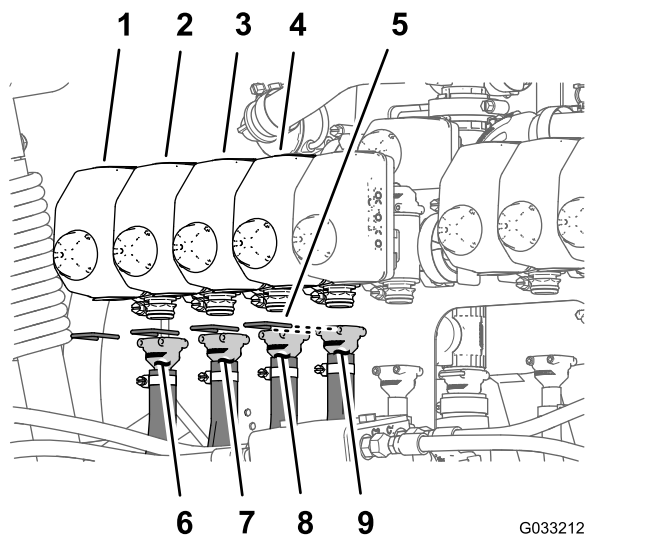
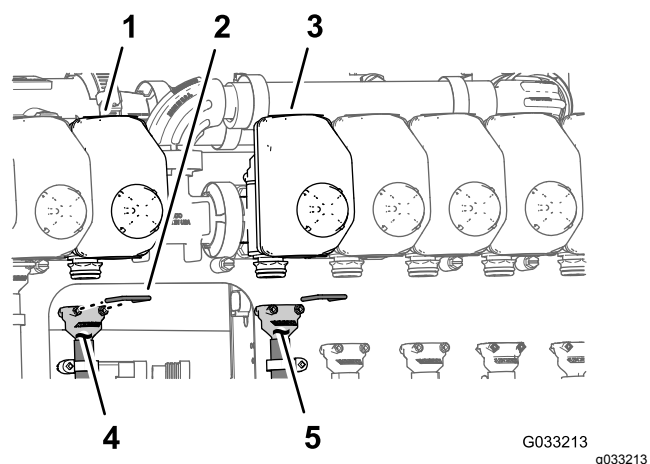

Figura 138
Figura 139
**Nota:** Consulte Figura 138 em Montar os tubos nas válvulas do bico 1 a 4 (página 68), Figura 139 em Montagem dos tubos nas válvulas do bico 5 e 6 (página 68) e Figura 140 em Montagem dos tubos nas válvulas do bico 7 a 10 (página 69) para ver as posições da válvula do bico.
1. Monte a união estriada reta de um tubo de alimentação com 279 cm no acoplador da válvula do bico 1 (Figura 138).
2. Prenda a união estriada ao acoplador com um retentor (Figura 138).
3. Monte a união estriada reta de um tubo de alimentação com 234 cm no acoplador da válvula do bico 2 (Figura 138).
4. Prenda a união estriada ao acoplador com um retentor (Figura 138).
5. Monte a união estriada reta de um tubo de alimentação com 188 cm no acoplador da válvula do bico 3 (Figura 138).
6. Prenda a união estriada ao acoplador com um retentor (Figura 138).
7. Monte a união estriada reta de um tubo de alimentação com 188 cm no acoplador da válvula do bico 4 (Figura 138).
8. Prenda a união estriada ao acoplador com um retentor (Figura 138).
1. Monte a união estriada reta de um tubo de alimentação com 81 cm no acoplador da válvula do bico 5 (Figura 139).
2. Prenda a união estriada ao acoplador com um retentor (Figura 139).
3. Monte a união estriada reta de um tubo de alimentação com 81 cm no acoplador da válvula do bico 6 (Figura 139).
4. Prenda a união estriada ao acoplador com um retentor (Figura 139).